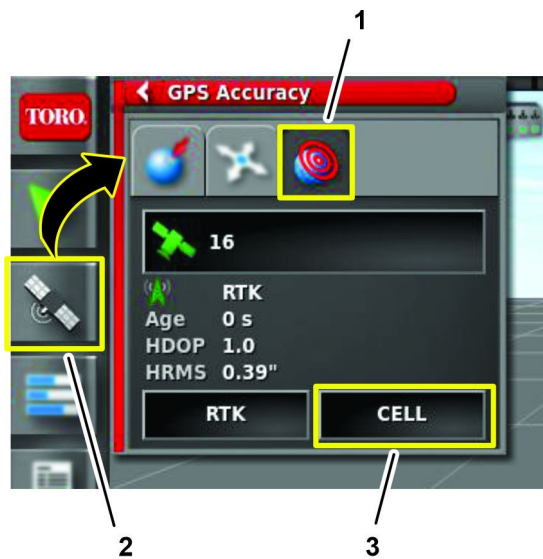

Figure 167
3. Sur la console de commande GeoLink, appuyez sur l'icône INFORMATION GPS (Figure 167).